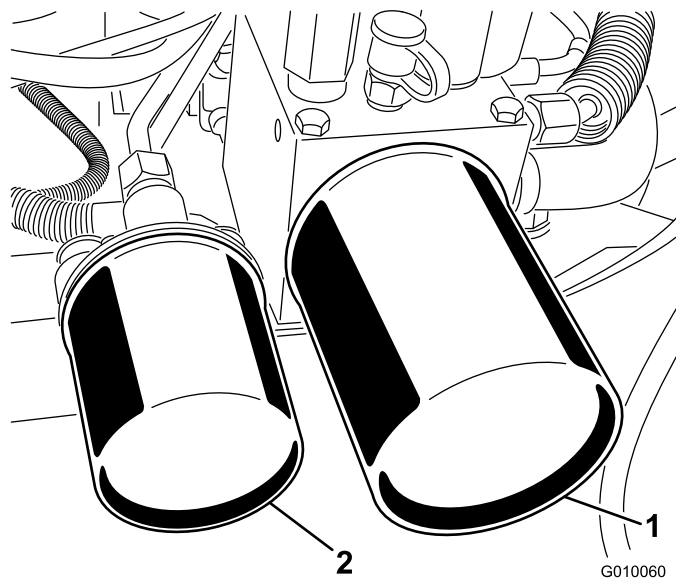

Figura 60
2. Collocate una bacinella di spurgo sotto i filtri, toglie i filtri usati e pulite la guarnizione di riduzione del filtro (Figura 60).